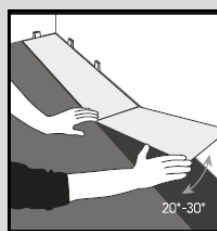

Fig. 2
2. Položte prvý rad a uistite sa, že krátke okraje sú spolu pevne spojené. Vymedzte dilatačnú medzeru podľa steny tak, aby bol zachovaný minimálny rozmer dilatačnej medzery a hrana drážky ležala v rovine. (Fig. 2).